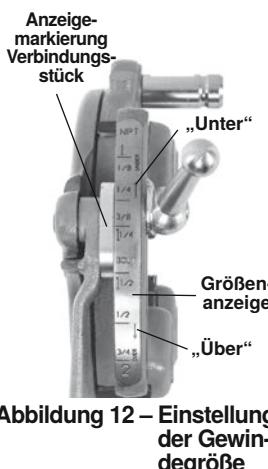

Abbildung 12 – Einstellung der Gewindegröße
3. Beginnen Sie mit der Anzeigemarkierung des Verbindungsstücks an der Markierung der gewünschten Größe auf der Größenanzeige. Stellen Sie bei Gewindeschneidköpfen die Markierung des Verbindungsstücks auf die Linie der Größenanzeige ein. Bei Schraubengewinde stellen Sie alle Schraubenbacken an der BOLT-Linie auf der Größenleiste ein (*Abbildung 12*).